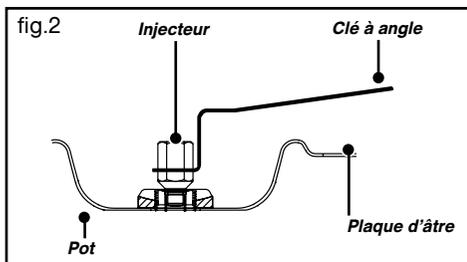

fig.2
- Dévissez à l'aide de la clé fournie les injecteurs situés dans le fond de chaque pot et ôtez-les (fig. 2).